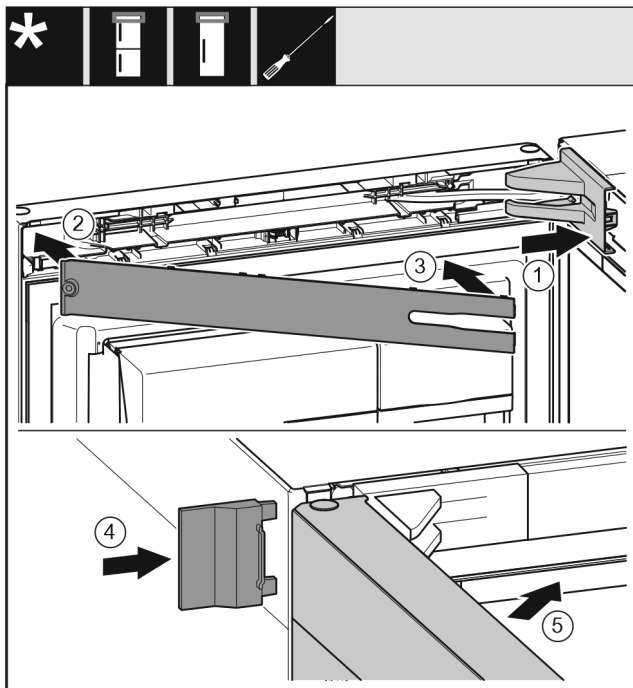

Fig. 32
- ▶ Установите и зафиксируйте крышку опорного кронштейна Fig. 32 (1), при необходимости осторожно разожмите ее.
- ▶ Установите накладку Fig. 32 (2).
- ▶ Подведите и защелкните накладку Fig. 32 (3).
- ▶ Надвиньте внешнюю крышку Fig. 32 (4).
- ▶ Закройте верхнюю дверь Fig. 32 (5).